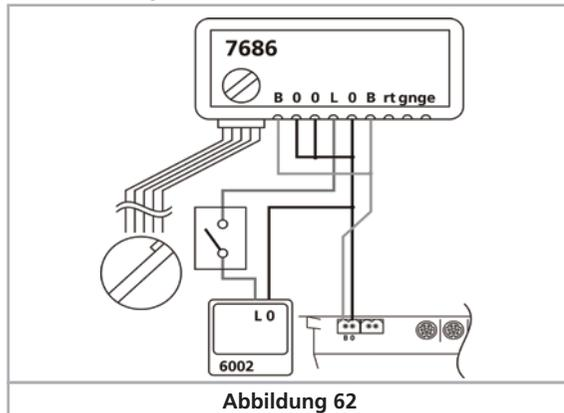

Abbildung 62
- Wenn Sie Ihre Drehscheibe wie in Abbildung 62 über einen separaten Transformator versorgen, können Sie die Versorgungsspannung des Drehscheibendekoders über diesen Transformator bzw. über den optionalen Schalter in der Zuleitung zum Drehscheibendekoder (Anschlüsse L und O) unterbrechen. Nach dem Einschalten der Versorgungsspannung müssen Sie auch in diesem Fall innerhalb von 5 Sekunden die input-Taste drücken.